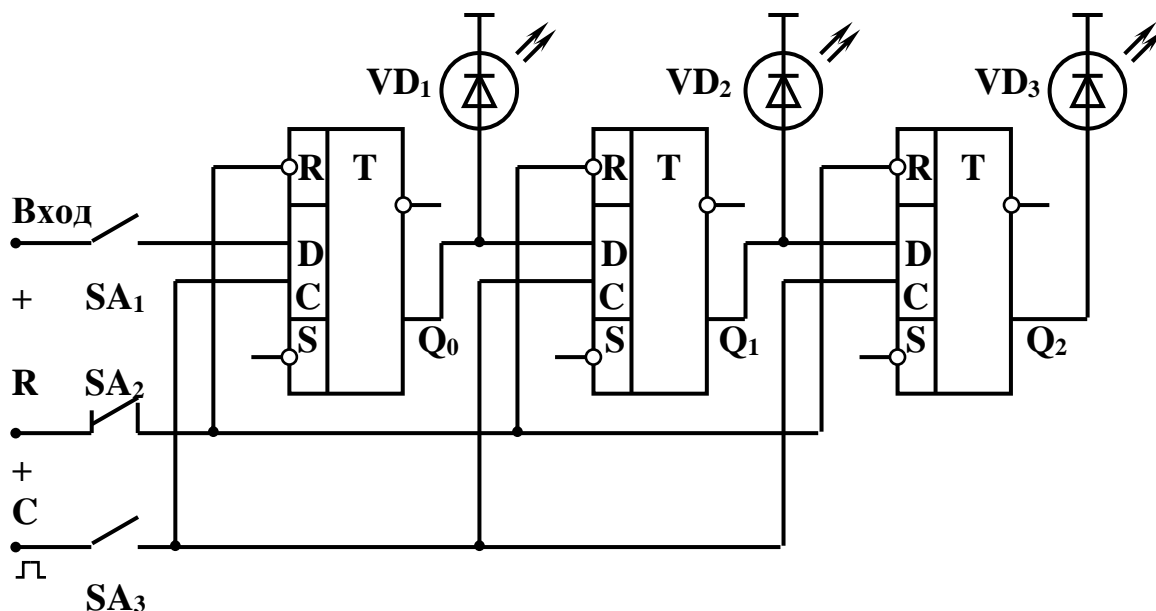

Рисунок 1. Сдвигающий регистр
1. Собираем электрическую схему цепи (рисунок 1) и предъявляем ее для проверки преподавателю.